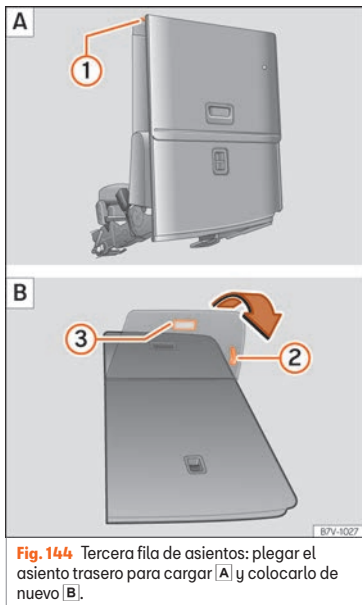

Fig. 144 Tercera fila de asientos: plegar el asiento trasero para cargar **A** y colocarlo de nuevo **B**.
- En caso necesario tire de la palanca »» fig. 144 ❷ para desplazar la banqueta hacia la posición deseada.
• Cuando la banqueta esté plegada, no deberá viajar ninguna persona ni ningún niño en esta plaza »» ❸.
- Retire los objetos de la zona reposapiés situada delante y detrás del asiento trasero »» ❶.
- Tire de la palanca »» fig. 144 ❶ hacia arriba y pliegue el respaldo hacia delante. El asiento trasero se pliega hacia delante »» ❷ y el cojín se mueve también hacia delante.
- Cuando la banqueta esté plegada, no deberá viajar ninguna persona ni ningún niño en esta plaza »» ❸.
- Tire del asa » » » **fig. 144** ② para recolocar la bandeja del asiento.
- Tire del asidero » » » **fig. 144** ③. El asiento completo se pliega hacia atrás.